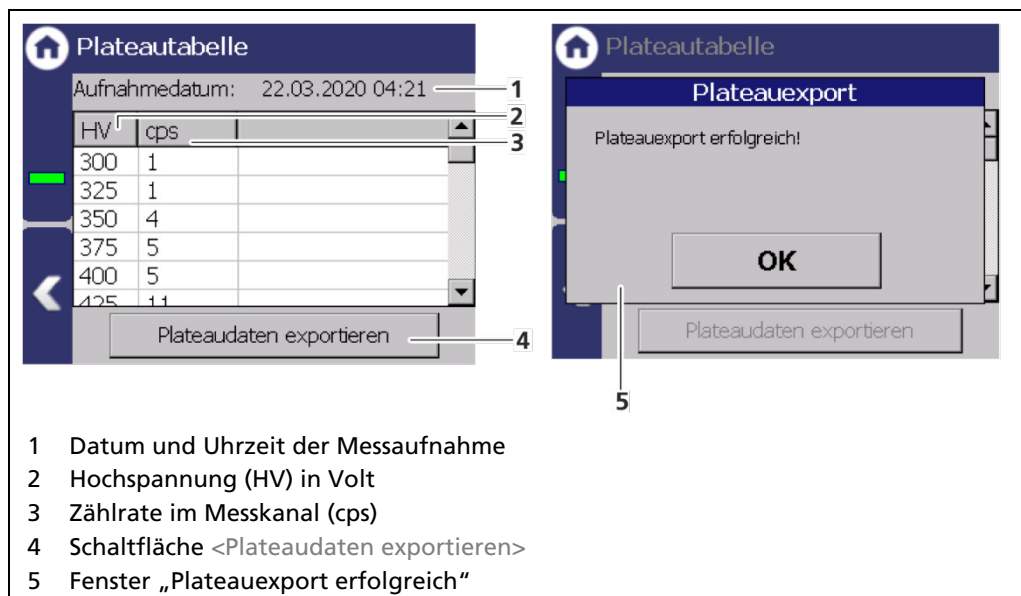

Abb. 50 Plateautabelle
1. Klicken Sie auf <Start> (Abb. 50, Pos. 2), um eine Plateaumessung durchzuführen.
- ▶ Die Bestätigungsmeldung „Plateau aufnehmen“ (Abb. 50, Pos. 3) öffnet sich.
2. Bestätigen Sie mit <Ja> (Abb. 50, Pos. 4).
- ▶ Die AWE schaltet sich in den Modus „DET“ (Abb. 50, Pos. 8) und die aktuelle Messung wird angehalten.
- ▶ In der Statusinformation werden während der Plateaumessung die Hinweise (Abb. 50, Pos. 6 - 8) angezeigt. An der Vorderseite der AWE blinkt während der Plateaumessung die LED Run. Gleichzeitig leuchtet die LED „Warning“.